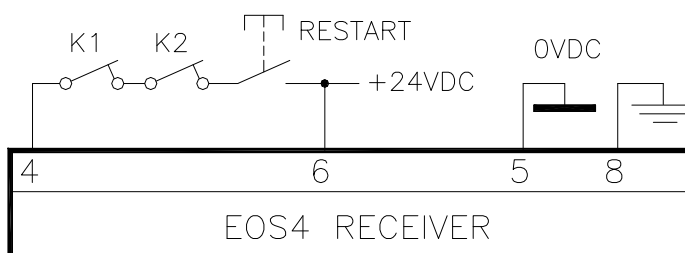

Bild 20 – Manuell mit Steuerung K1K2
-  Bei manueller Funktionsweise macht dies außerdem das Vorhandensein der RESTART-Taste in Reihe mit den Ruhekontakten (Feedback) der externen Schütze K1/K2 erforderlich (Bild 20).